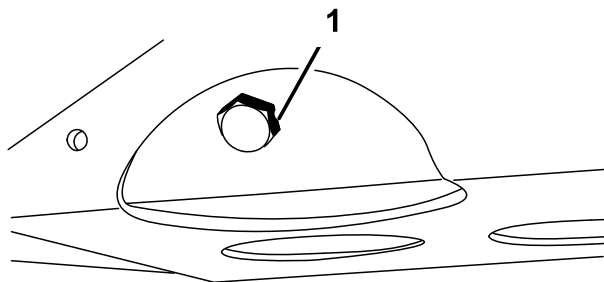

Рисунок 44
2. Снимите сливную пробку и дайте маслу вытечь в сливной поддон (Рисунок 44).